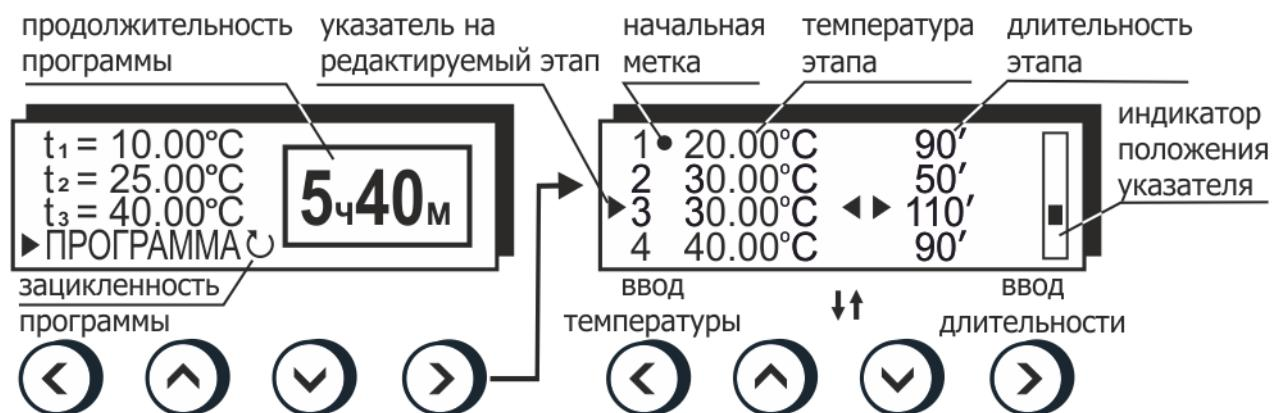

Рисунок 20 — Редактирование программы
- кнопками (\blacktriangle) и (\blacktriangledown) установить номер стартового этапа, он будет отмечен меткой ● в редакторе программы (рисунок 20);